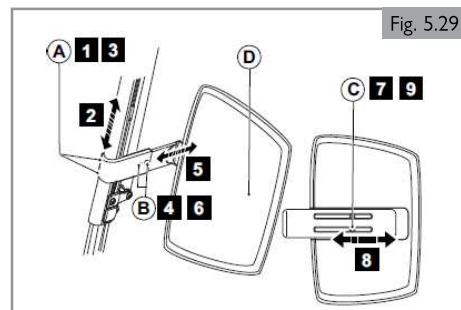

Fig. 5.29
**Altura de almohadilla pantorrillera (Fig. 5.29)**
1. Afloje (A) unas cuantas vueltas.
2. Ajuste (D) en la posición deseada.
3. Apriete (A).
**Profundidad de almohadilla pantorrillera (Fig. 5.29)**
4. Afloje (B) unas cuantas vueltas.
5. Ajuste (D) en la posición deseada.
6. Apriete (B).
**Ancho de almohadilla pantorrillera (Fig. 5.29)**
7. Afloje (C) en la parte posterior de (D) unas cuantas vueltas.
8. Ajuste (D) en la posición deseada.
9. Apriete (C).